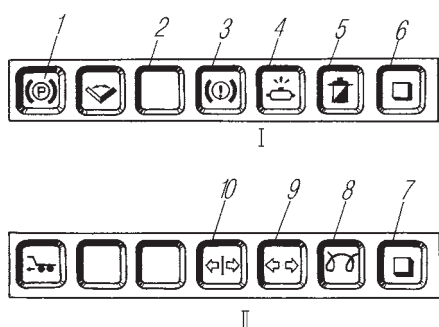

Рис. 13. Блоки контрольных ламп:
14. Перед началом движения давление воздуха в тормозной системе должно быть не ниже 400 кПа (4 кгс/см²). При загорании сигнальной лампы 4 (см.рис. 13) на панели приборов и подаче звукового сигнала (зуммер) устраните неисправность в пневматической части привода.
15. При эксплуатации автомобиля, особенно в тяжелых дорожных условиях (песчаные, грязные дороги и т.д.), следите за состоянием тормозов и своевременно регулируйте зазоры между колодками и барабанами. При неисправности загорается контрольная лампа 3 (см.рис. 13) на панели приборов. В этом случае устраните неисправность в гидравлической части привода тормозов или отрегулируйте зазоры в рабочих тормозах. При недостаточной эффективности стояночного тормоза не регулируйте зазоры между колодками и барабаном стояночного тормоза тягой 4 (см.рис. 84) во избежание выхода из строя деталей стояночного тормоза.
16. Перед началом движения проверьте исправность сигнализаторов блоков контрольных ламп (см.рис. 13).
Электрофакельное устройство работает при постоянно нажатой кнопке 17. Загорание сигнализатора 8 (рис.13) указывает на готовность ЭФУ к пуску двигателя. При нажатии на кнопки 6, 7 загорятся все исправные сигнализаторы левого или правого блоков. Сигнализатор 9 загорается прерывистым зеленым светом при включении указателей правого или левого поворотов автомобиля, сигнализатор 10 загорается при включении указателей правого или левого поворотов прицепа. Эти сигнализаторы также служат для контроля за исправностью ламп указателей поворота.
При увеличении сопротивления масляного фильтра (засорение фильтрующих элементов, повышенная вязкость масла при низкой температуре) сигнализатор 5 (см.рис.13) загорается красным светом. Свечение его допустимо только при пуске и прогреве двигателя. Сигнализатор 2 загорается красным светом при аварийном повышении температуры охлаждающей жидкости свыше 98 °С. Допускается кратковременная (не более двух часов) работа двигателя при температуре до 105 °С.